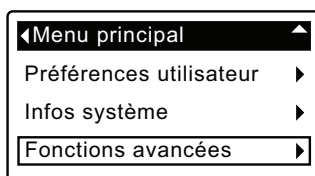

FIG. 50
1. À partir d'un écran d'état dynamique, appuyez sur le SÉLECTEUR (O) pour afficher le **Menu principal**.
2. Appuyez sur le bouton BAS (▼) pour faire défiler les options du menu et mettre en évidence **Fonctions avancées** (cf. Figure 50).